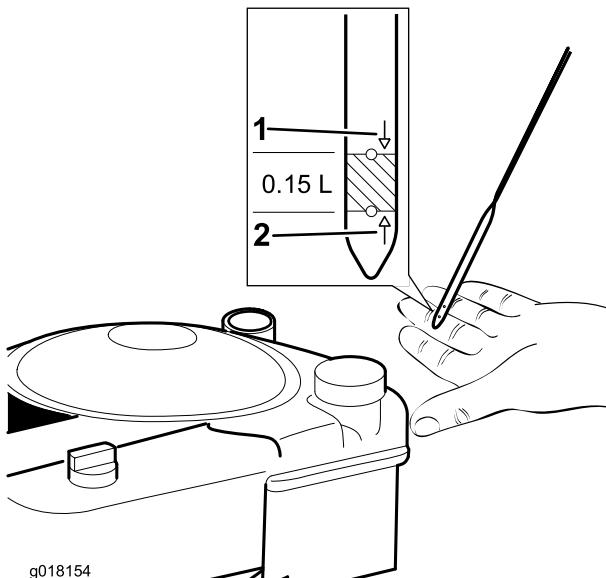

Figura 10
3. Se o nível de óleo for muito baixo, **lentamente** deite óleo no tubo de enchimento do óleo, aguarde 3 minutos e verifique o nível do óleo na vareta ao limpar a vareta e, depois, introduza, a vareta no tubo (Figura 10).
4. Encha o motor com óleo até a vareta indicar que o nível de óleo do motor está correto, como se mostra na Figura 10. Se encher demasiado o motor com óleo, retire o óleo em excesso, como indicado em Substituição do óleo do motor (página 13).